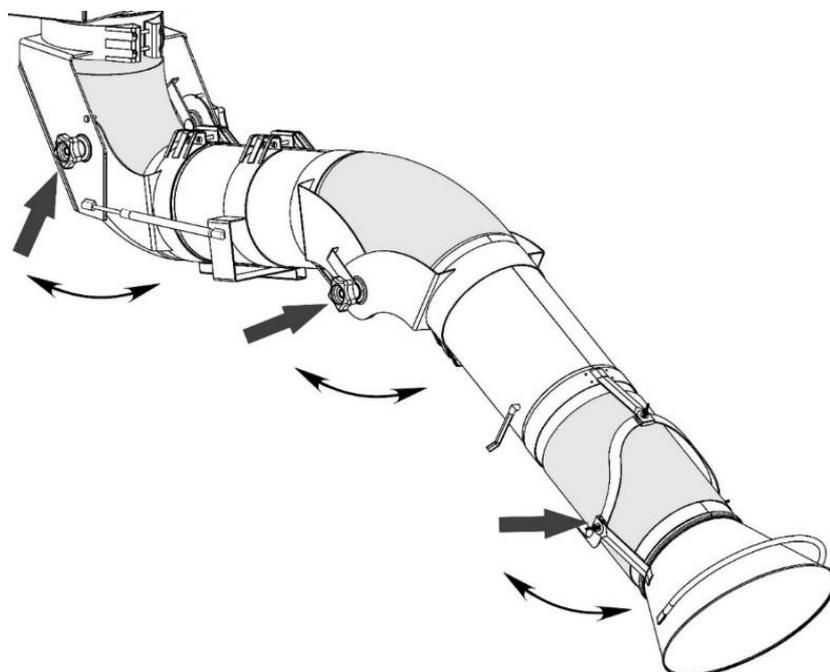

Рисунок 11
5.2.1 Шарниры устройства в зафиксированном состоянии защищены от проскальзывания фрикционными прокладками. Для изменения положения устройства необходимо открутить рукоятки (рисунок 11), поднять или опустить воздуховодную часть так, чтобы воздухоприёмная воронка оказалась непосредственно над местом выделения загрязнений воздуха, затянуть рукоятки.